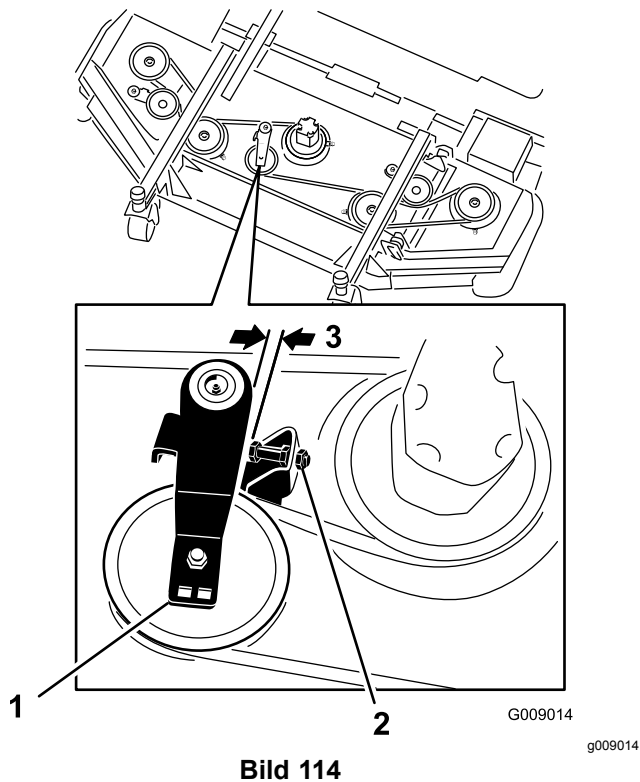

Bild 114
- Lösen Sie am Frontmähwerk in der Mitte die Klemmmuttern an der Anschlagsschraube der Spannscheibe und drehen die Anschlagsschraube in die Halterung (Bild 114).
- Schieben Sie jede Spannscheibe des Seitenmähwerts mit einem Ratschenschlüssel oder einem ähnlichen Werkzeug vom Treibriemen, um die Spannung zu lösen, und lassen Sie den Riemen von der Spannscheibe des Seitenmähwerts rutschen (Bild 114).